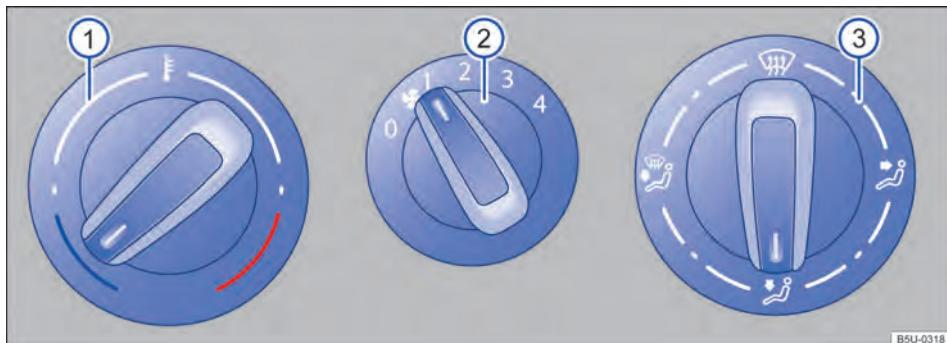
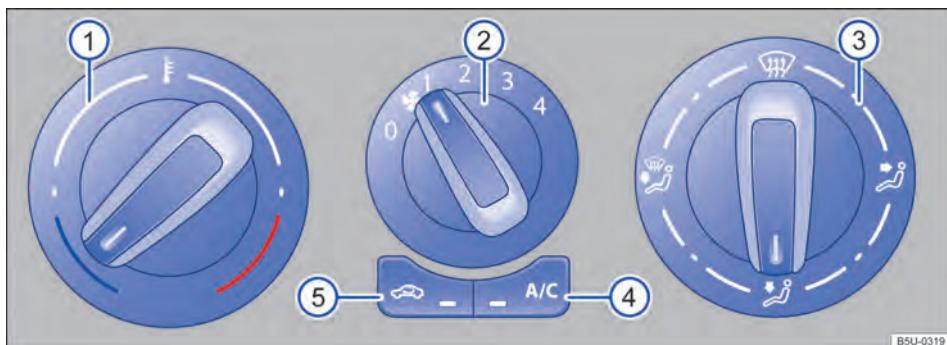

Fig. 72 Comandos do sistema de ventilação e aquecimento.
Fig. 73 Comandos do ar-condicionado.
Comandos	Informações complementares do sistema de ventilação e aquecimento → Fig. 72 e ar-condicionado → Fig. 73.
- Em veículos com sistema de aquecimento, girar o botão da temperatura → Fig. 72 **①** totalmente para a direita, para a posição máxima de aquecimento.
- Girar o botão de distribuição de ar **③** para a posição .
- Girar o botão do ventilador **②** para o nível 3 ou 4.
- Girar o botão da distribuição de ar → Fig. 73 ③ para a posição , nesta posição o modo de recirculação de ar é automaticamente desligado.
- Girar o botão do ventilador ② no nível 3 ou 4.
- Girar o botão da temperatura ① para a posição desejada.